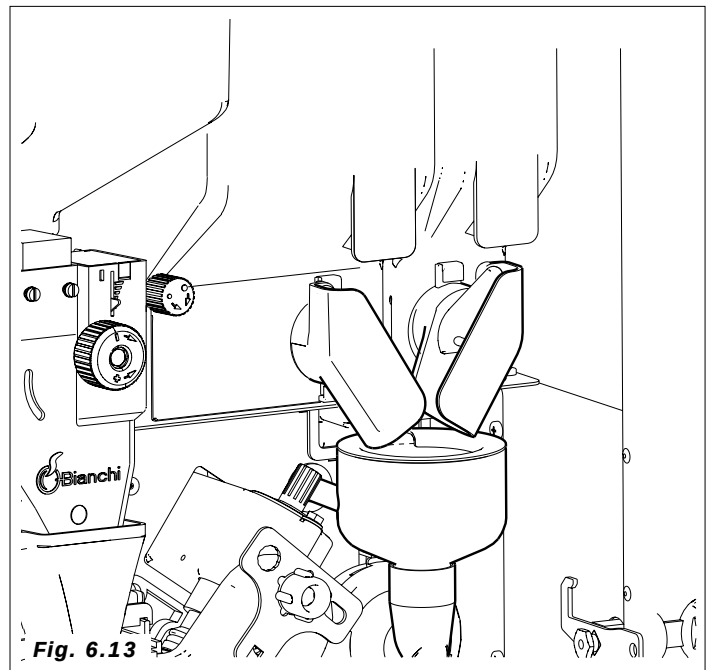

Fig. 6.13
- Al completar la carga de agua, realizar un lavado de todas las batidoras para limpiar todos los conductos y eliminar eventuales residuos en la caldera (Fig.6.13).